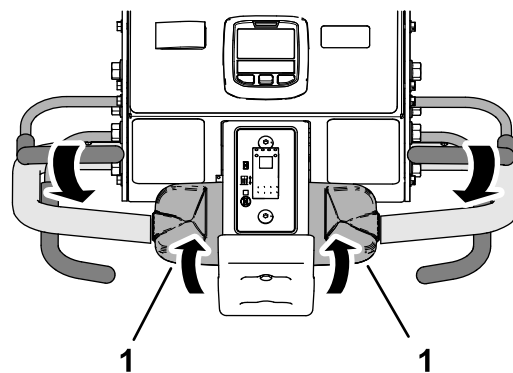

Figura 97
3. În timp ce ții maneta pentru prezența operatorului la bara de ghidare, roțile încet partea superioară a comenzii de traciune spre spate (Figura 97).